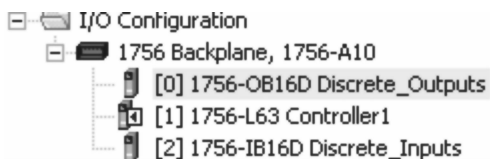

图 2-13 插入第二个数字量模块后的项目列表
20. 在控制器项目管理器中，验证 I/O Configuration 文件夹的显示，如图 2-13 所示。